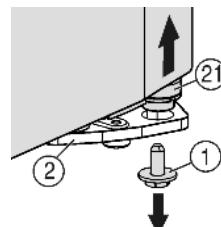

Fig. 5
- ▶ Внизу справа на опорном кронштейне выкрутите фиксирующий винт Fig. 5 (1).
- ▶ Опорный палец Fig. 5 (21) можно извлечь из опорного кронштейна Fig. 6 (2).
- ▶ Сли установочный винт Fig. 5 (21) не откручивается, его можно вынуть, нажав на него снизу.
- ▶ Вкрутите фиксирующий винт Fig. 5 (1) внизу в опорный палец и затяните (**с моментом 4 Нм**).